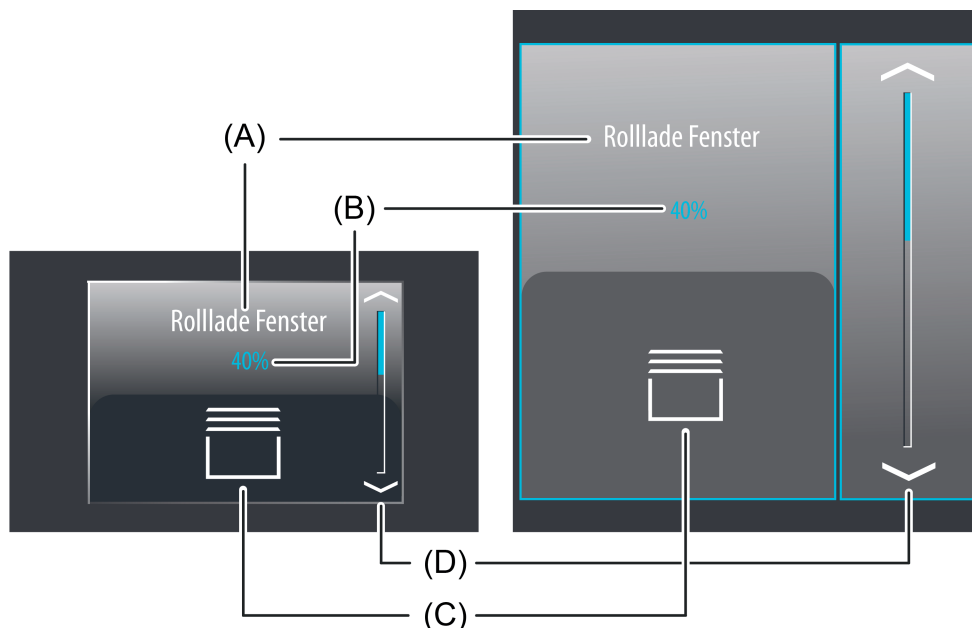

Bild 30: Beispiel für ein Bedien- und Anzeigeelement der Funktion "Rolllade Step / Move"
Der Anzeigebereich enthält verschiedene Darstellungselemente (Bild 30), die durch Parameter beeinflusst werden. Jeder KNX Funktion kann in der Konfigurationssoftware eine Bezeichnung vergeben werden (A). Diese Text-Bezeichnung wird im Anzeigeelement zentriert zur Anzeige gebracht, wodurch steuerbare KNX Funktionen für den Anwender kenntlich gemacht werden (z. B. "Rolllade Fenster"). Zusätzlich kann unterhalb der Bezeichnung ein Statuswert (B) eingeblendet werden, der abhängig vom Objektwert der Positions-Rückmeldung des angesprochenen Jalousie- oder Rollladenaktors Positionswerte im Klartext anzeigt ("0...100 %"). Solange nach einem Gerätereset noch kein Rückmeldungs-Objektwert empfangen wurde, zeigt der Statuswert "---%" an.